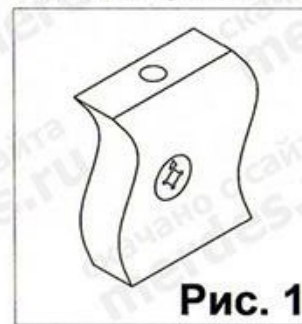

Рис. 1
Взять стенку заднюю выдвижного ящика и забить в соответствующие отверстия шканты (1). Соединить боковины ящика с задней стенкой. Фиксацию производить при помощи евровинтов (6). Далее положить каркас ящика на заднюю стенку и забить шканты (1) в соответствующие торцевые отверстия на боковинах ящика, и вставить стяжки растек (19) (см. рис. 1). После этого вставить дно ящика в пазы на каркасе ящика, таким образом, чтобы дно ящика вошло в паз на стенке задней ящика. Далее закрутить в переднюю панель ящика в имеющиеся муфты дюбеля стяжек-растек (4). Соединить переднюю панель ящика с каркасом. Фиксацию произвести путем поворота стяжки (19) по часовой стрелки. После этого положить ящик дном вверх и прикрутить ответные планки направляющих (7) к боковинам ящика при помощи саморезов (5). Далее к передней панели прикрепить ручку винтами M4x20, входящих в комплект ручки (при комплектации винтами M4x22 использовать прокладочные шайбы входящие в комплект фурнитуры). Аналогичным образом собрать остальные ящики.